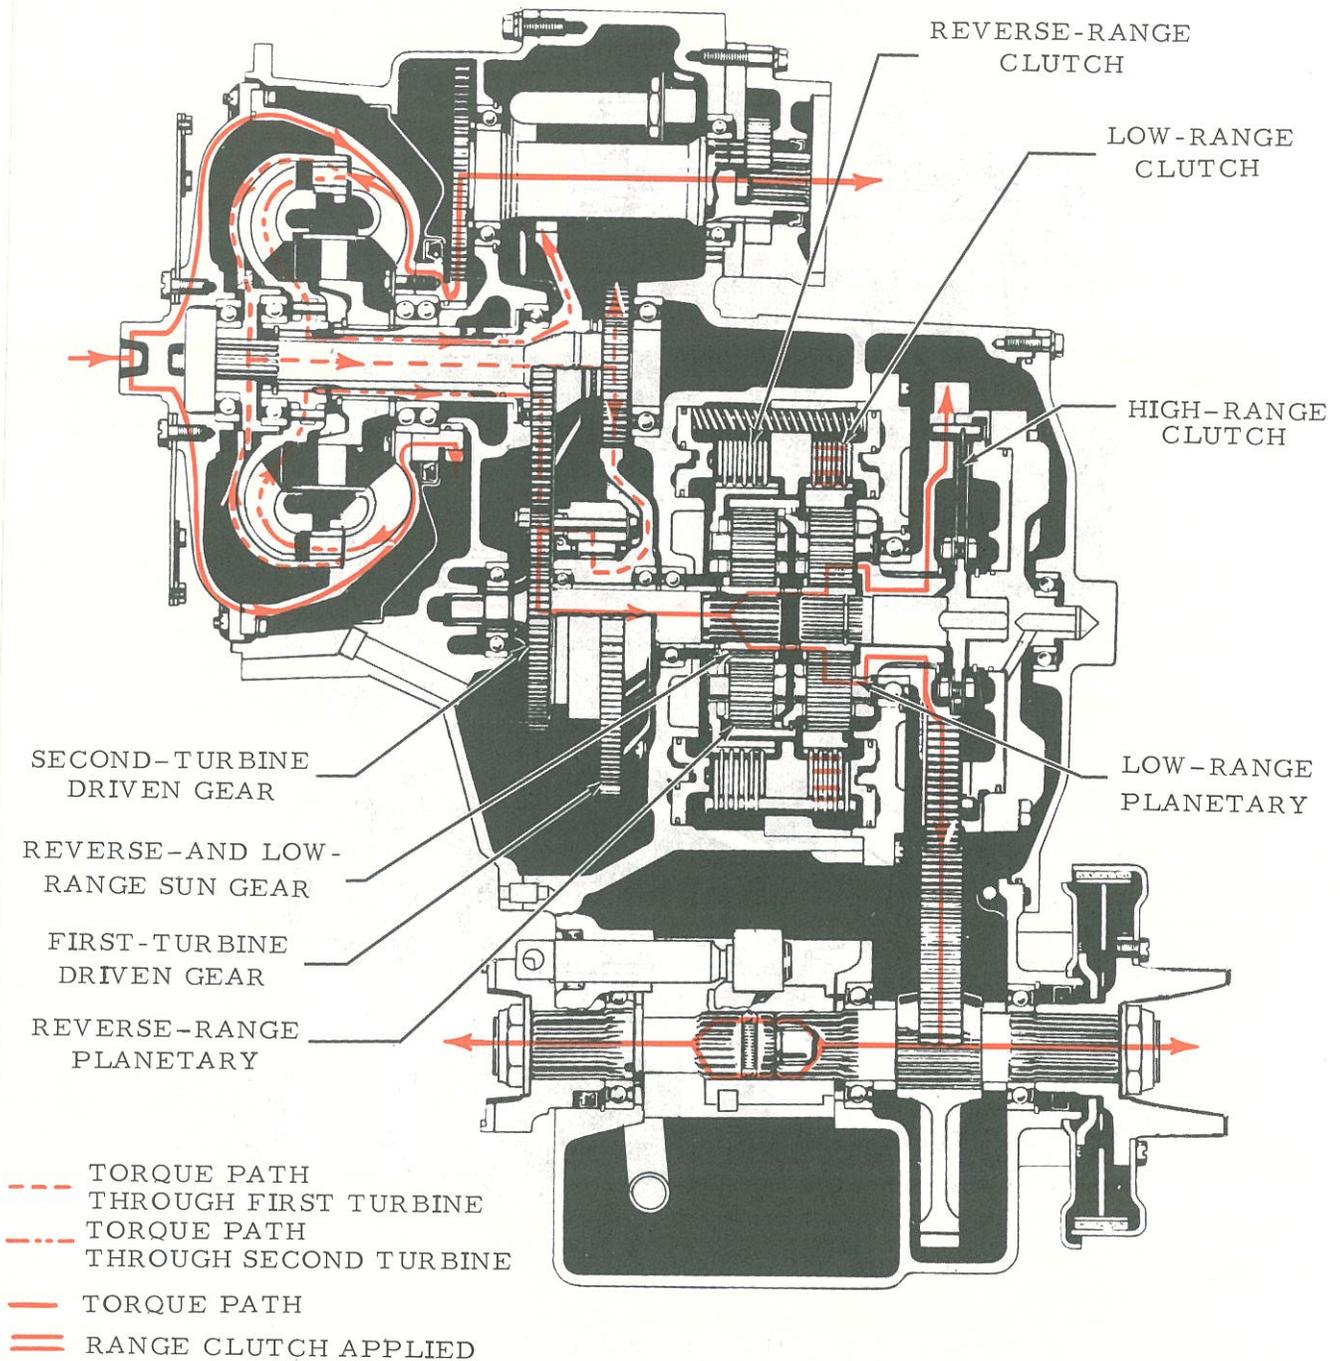

FIG. 7 LOW RANGE - TORQUE PATH
2.15 LOW RANGE -- TORQUE PATH (Fig. 7)